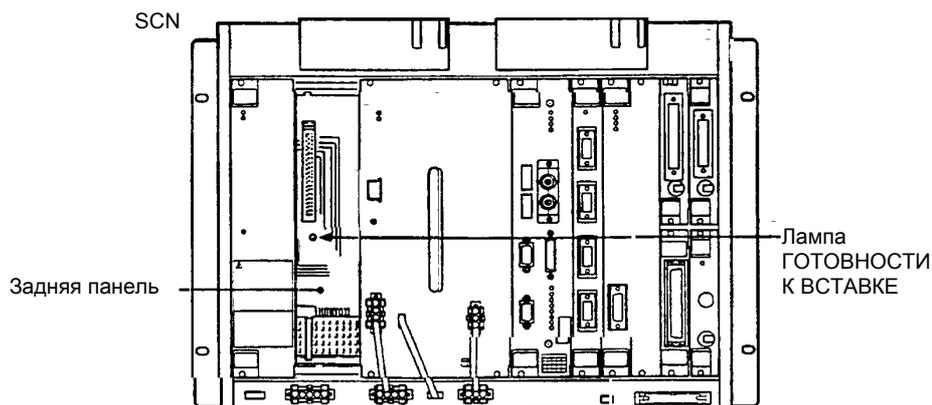

Рисунок 7.15 Методика подсоединения модуля зеркального диска
- (1) Прежде чем извлечь жесткий диск из SCN проверьте, чтобы мигала лампа READY TO REMOVE (ГОТОВНОСТЬ К ВЫНИМАНИЮ) на модуле жесткого диска, и прежде чем вставлять жесткий диск в SCN проверьте, чтобы мигала лампа READY TO INSERT (ГОТОВНОСТЬ К ВСТАВКЕ) на задней панели SCN (Рисунок 7.15).
- (2) Не извлекайте одновременно два жестких диска.
- (3) Так как жесткий диск является точным устройством, обращайтесь с ним аккуратно.